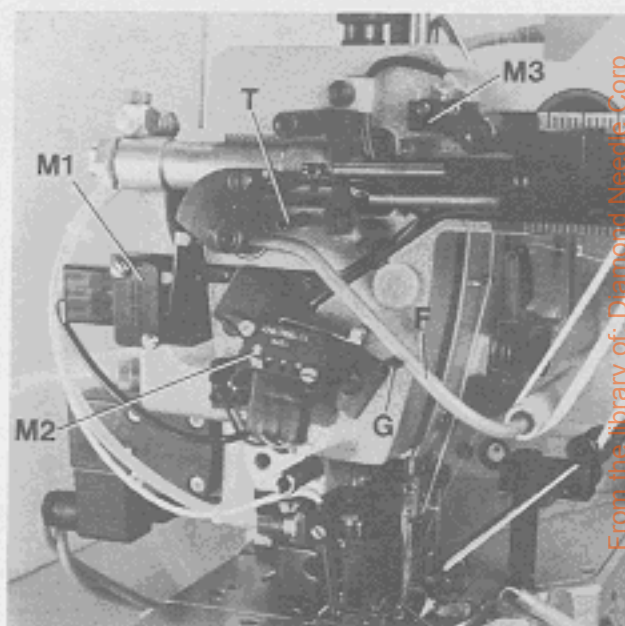

Fig.58
Micro switch M1, Figs. 58 and 59:
Micro switch M3, Figs. 58 and 60:
Mikroschalter M1, Fig. 58 und 59:
Mikroschalter M3, Fig. 58 und 60:
3. Move actuating lever (F, Fig. 58) between the two stop roll pins (G and T) very slowly up and down. Yet the actuating lever (F) must reach a neutral position between lower and upper roll pin (G and T), where the rotating puller roller of the metering device visibly stops, before it rotates in the opposite direction, when moving the actuating lever further on. I.e. the switching of the micro switches (M1 and M2) is not allowed to overlap! If necessary, reposition micro switches (M1 and M2) slightly. Observe the end play of the roller lever of the switches, as described above.
The actuating lever (F, Fig. 58) effects by switching on and off the motor of the metering device with micro switch (M1), that the required amount of lace respectively elastic is metered exactly under the preset tension.
The second tension can be selected while sewing with a knee valve actuated air cylinder. By the increased spring tension yet the actuating lever (F, Fig. 58) is pressed against stop roll pin (T). Simultaneously micro switch (M2) switches the motor respectively the puller roller of the metering device to rotate in the opposite direction until the second tension is reached, under which lace or elastic is again metered uniformly.
3. Bewegen Sie den Schaltbügel (F, Fig. 58) zwischen den beiden Anschlag-Spannhülsen (G und T) sehr langsam auf und ab. Dabei muß der Schaltbügel (F) zwischen unterer und oberer Spannhülse (G und T) eine neutrale Stellung erreichen, bei der die sich drehende Walze des Zumeßgeräts sichtbar stoppt, bevor sie sich, beim Weiterbewegen des Schaltbügels, in entgegengesetzter Richtung dreht. Das heißt, das Schalten der Mikroschalter (M1 und M2) darf sich nicht überlappen! Wenn notwendig versetzen Sie die Mikroschalter (M1 und M2) einwenig. Beachten Sie dabei das Spiel der Schalter-Rollenhebel, wie vorstehend beschrieben.
Der Schaltbügel (F, Fig. 58) bewirkt durch Ein- und Ausschalten des Motors des Zumeßgeräts mit dem Mikroschalter (M1), daß die benötigte Spitzen- bzw. Gummibandmenge unter der voreingestellten Spannung genau zugemessen wird.
Die zweite Spannung kann während des Nähens mit einem durch Knieventil betätigten Luftzylinder angewählt werden. Der Schaltbügel (F, Fig. 58) wird dabei durch die erhöhte Federspannung gegen die Anschlag-Spannhülse (T) gedrückt. Gleichzeitig schaltet der Mikroschalter (M2) den Motor bzw. die Walze des Zumeßgeräts in die entgegengesetzte Drehrichtung bis die zweite Spannung erreicht ist, unter welcher Spitze oder Gummiband wieder gleichmäßig zugemessen wird.